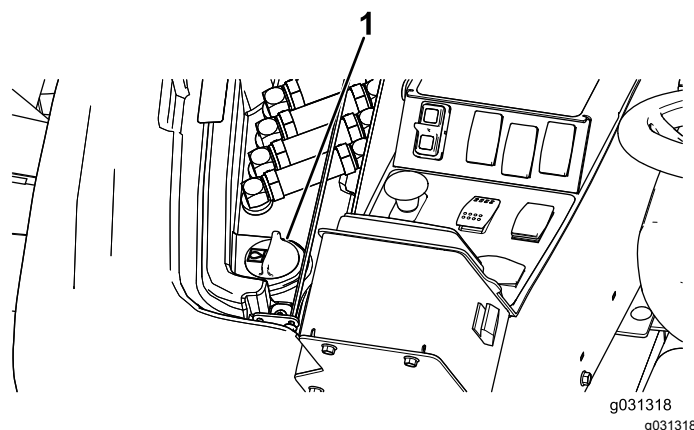

Figura 127
2. Alzate il coperchio di accesso per esporre il tappo del serbatoio idraulico, sul lato destro della macchina (Figura 127).
3. Pulite attorno al collo del bocchettone e del tappo del serbatoio idraulico (Figura 127).